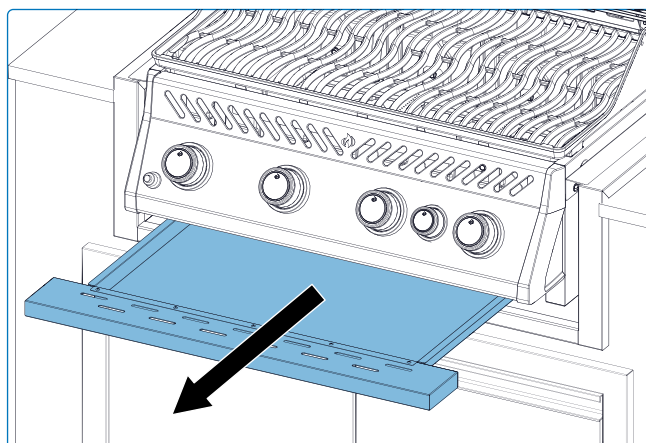

Fig. 14
1. Retirez la ou les vis fixant le brûleur à la paroi arrière du barbecue. Faites glisser le brûleur vers l'arrière et vers le haut pour le retirer (**Fig. 14**)